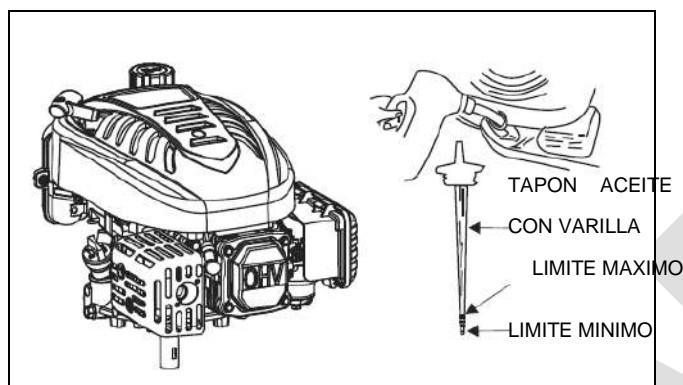

Fig. 9
5. Vierta el aceite recomendado lentamente en el relleno de aceite. No llene demasiado. Después de agregar aceite, espere un minuto y luego verifique el nivel de aceite con la varilla medidora. La varilla medidora debe marcar el aceite entre el límite inferior y el límite superior (Ver Fig. 9).